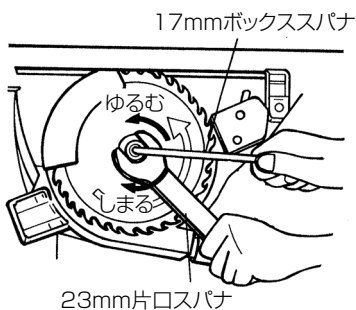

図 24
- (1) 昇降ハンドルを左にまわしてゆるめ、下にいっぱい下げてから、右にまわして固定します。次に、5 mm チョウボルト (3 個) をゆるめ、ソーカバーをはずします。
- (2) 付属 (図 4 参照) の 23 mm 片口スパナでワッシャ (B) のまわり止め (図 24 参照) をして、付属 (図 4 参照) の 17 mm ボックススパナでボルトをゆるめ、ワッシャ (B) をはずします。